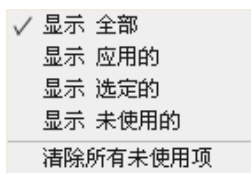

图 17-3 文档材质
1) “文档材质”按钮：单击该按钮，打开菜单，如图 17-3 所示。